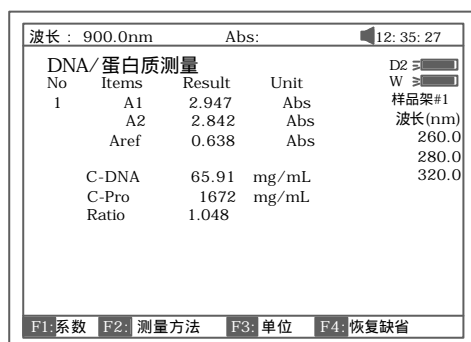

图 65
b. 待测样品置入光路中，按【START】键开始测量。最后测量结果显示如图 65。
- 图 65 中,按【SAVE】键,再输入文件名后按【ENTER】确认即完成测试结果的存储。
- 图 65 中,按【PRINT】键即可打印出测试报告,图 67。